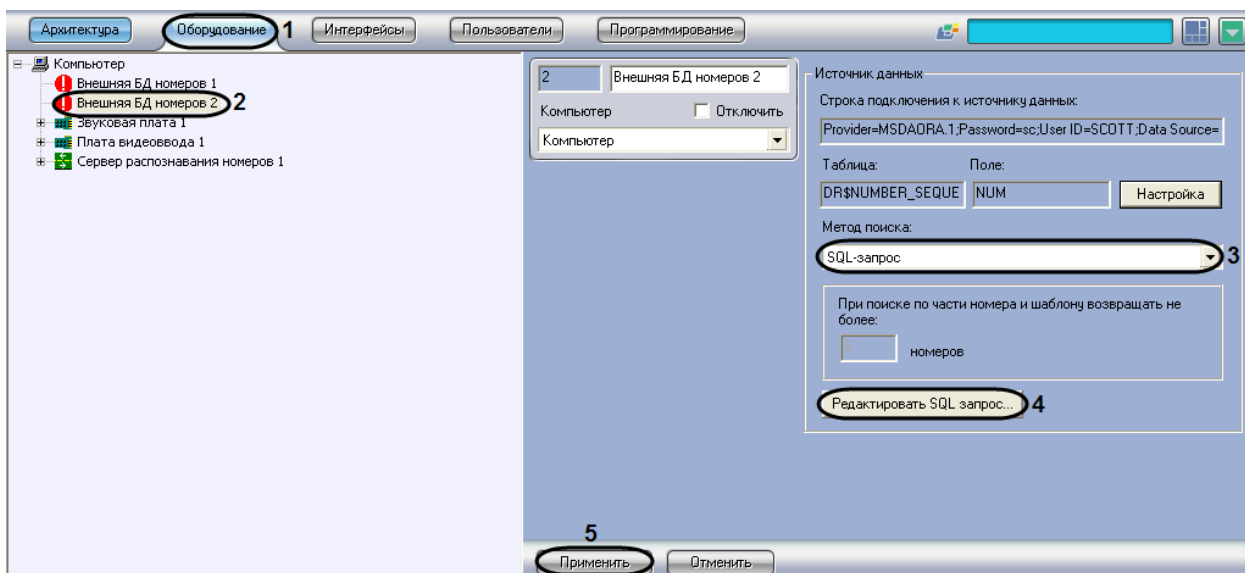

Рис. 7.5-12. Выбор Задание SQL-запроса
1. Перейти на вкладку «Оборудование» диалогового окна «Настройка системы» (Рис. 7.5-12, 1).
2. Выбрать в дереве объект «Внешняя БД номеров» (Рис. 7.5-12, 2).
3. Из списка «Метод поиска» выбрать значение «SQL-запрос» (см. Рис. 7.5-12, 3).
4. Нажать кнопку «Редактировать SQL-запрос» (см. Рис. 7.5-12, 4).
- Нажать кнопку «Применить» (см. Рис. 7.5-12, 5).